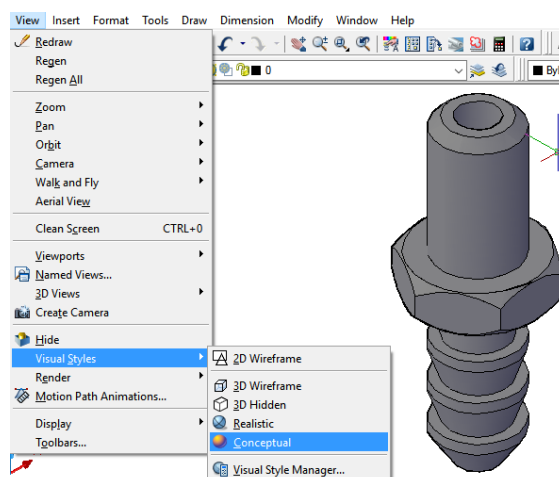

Рис. 2.3
*Для проверки 3D-модели можно выбрать подходящий стиль отображения, например, в меню **View>Visual Styles>Conceptual** (рис.2.3).*